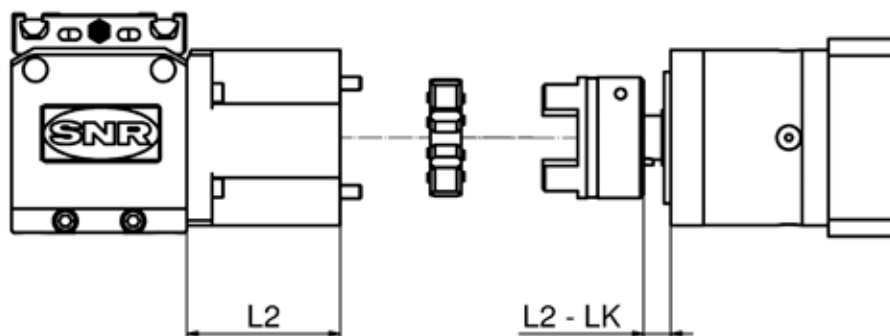

Bild 3.8 Montagemaße
3. Diese Baugruppe auf die, mit dem Antriebskopf **6** verschraubte, Kupplungshälfte mit Elastomer – Zahnkranz aufstecken und mit den Schrauben **7** befestigen. Dabei die Maße LK und L2 (Bild 3.8) aus Tabelle 6.20 in Kapitel 6.2.3.2 berücksichtigen.